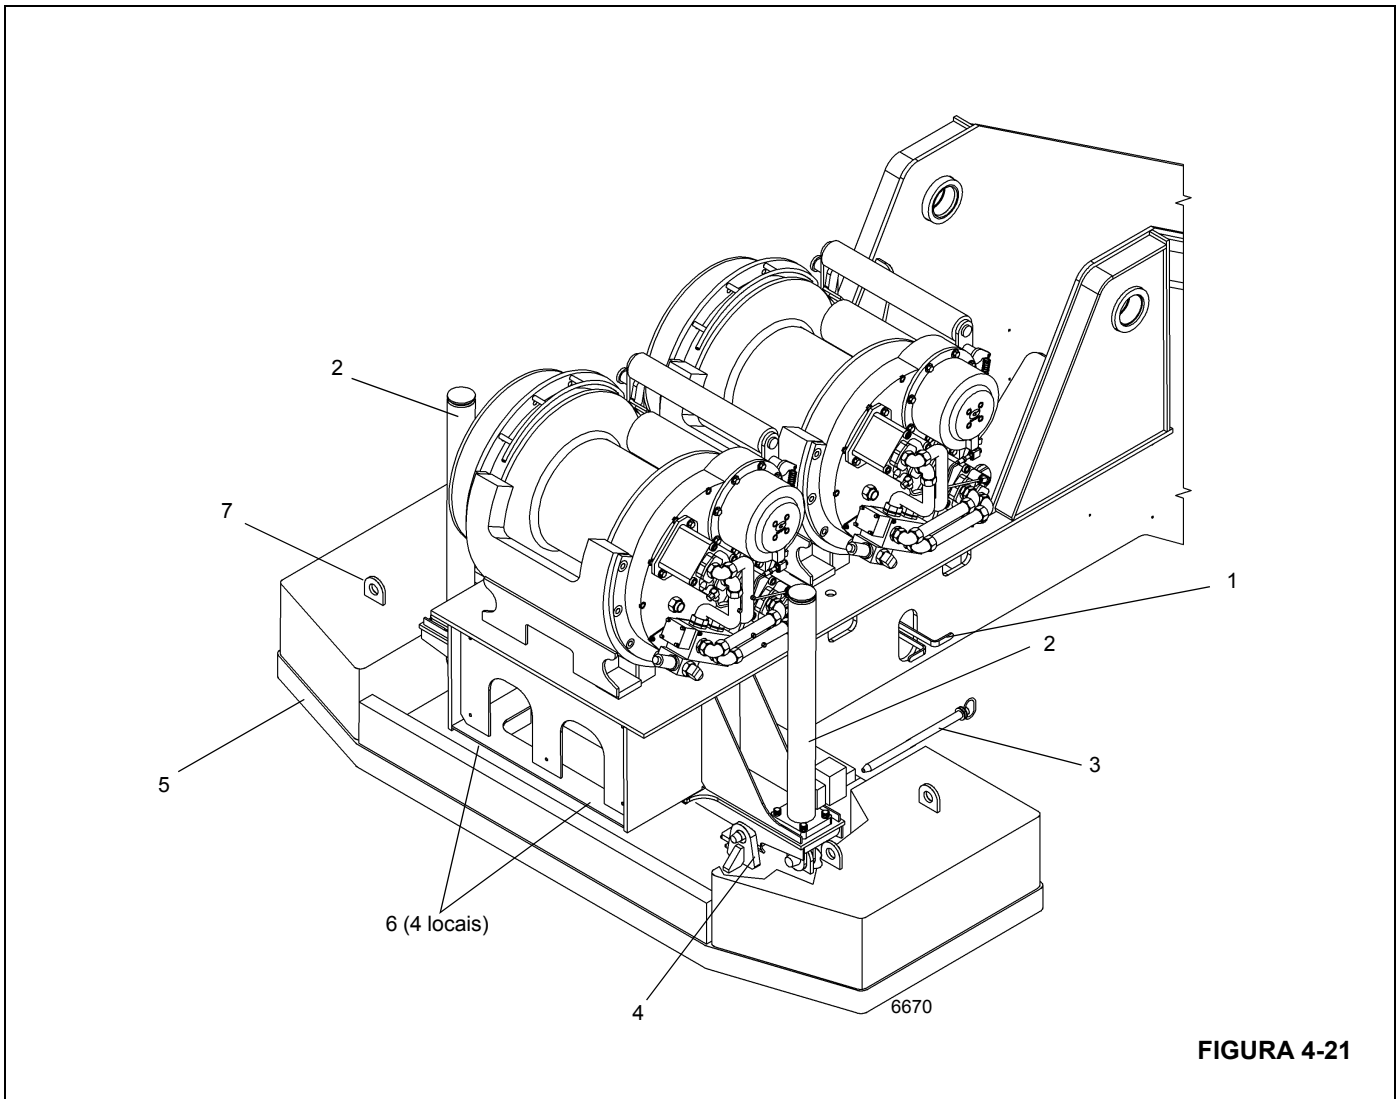

FIGURA 4-21
5. Utilizando as chaves da válvula de controle de remoção do contrapeso (Figura 4-20) e (Figura 4-21), localizadas em nos dois lados da plataforma rotativa, abaixe os cilindros do contrapeso. Utilize os pinos de fixação para prender os cilindros ao contrapeso. Insira os pinos de retenção nos pinos de fixação.